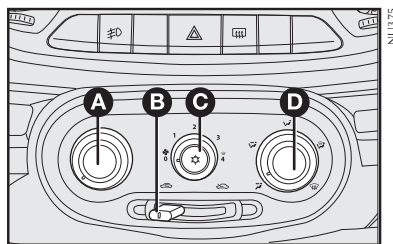

fig. 60
### COMANDOS - fig. 60
1) Seletor para a temperatura do ar **A-fig. 60** totalmente posicionado à esquerda.
2) Seletor do ventilador **C-fig. 60** posicionado na velocidade máxima.
3) Seletor de distribuição do ar **D-fig. 60** apontado para ; controlar para que todas as saídas de ar estejam totalmente abertas.
4) Ligar o ar-condicionado apertando o seletor a partir da posição **1 C-fig. 60** (a luz-espia no seletor irá acender).
O ar-condicionado é muito útil para acelerar o desembaçamento, pois desumidifica o ar. É suficiente regular os comandos para a função de desembaçamento e ativar o condicionador, apertando o seletor **C-fig. 60**.
1) Condicionador de ar ligado: seletor **C-fig. 60**.